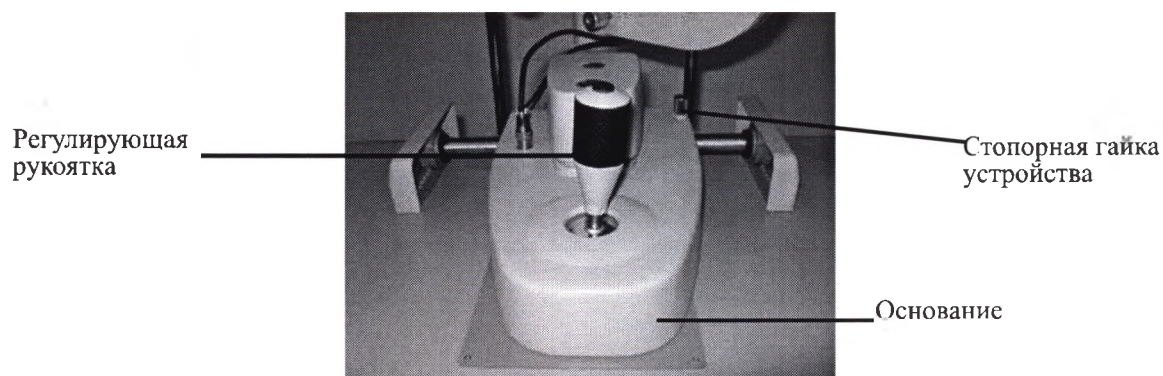

Рисунок 35
4.4.1 Установите регулирующую рукоятку в вертикальное положение, сдвиньте основание, чтобы микроскоп переместился в горизонтальной плоскости. При этом микроскоп должен быть строго напротив глаза пациента (рисунок 35).